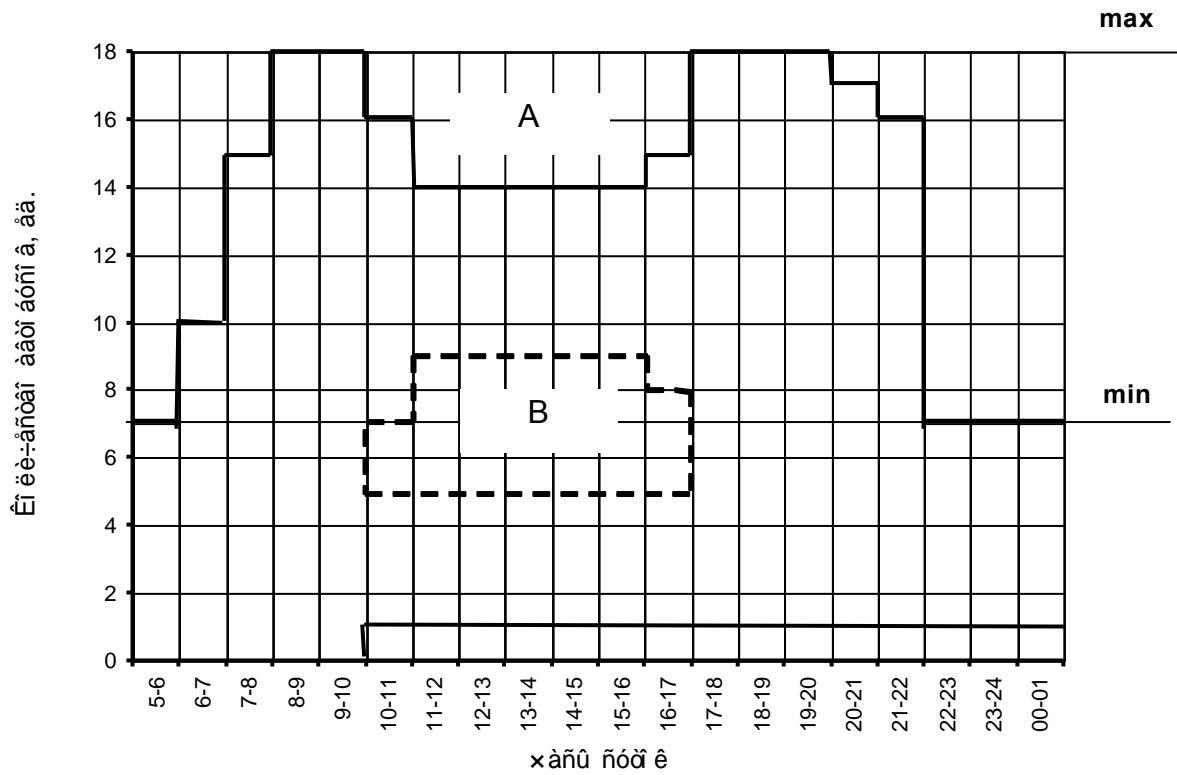

Рисунок 5 – Промежуточное распределение автобусов
Работу ведут в такой последовательности (рис. 5):
– свободные клетки области А перемещают по вертикали вниз (рис. 5) в положение В, чтобы подучить желаемую продолжительность рабочих смен водителей. В результате получают разделение автобусов на односменные, двухсменные без выемки и с выемкой и трехсменные.